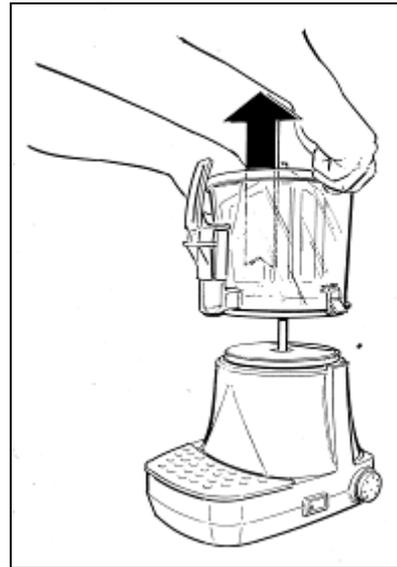
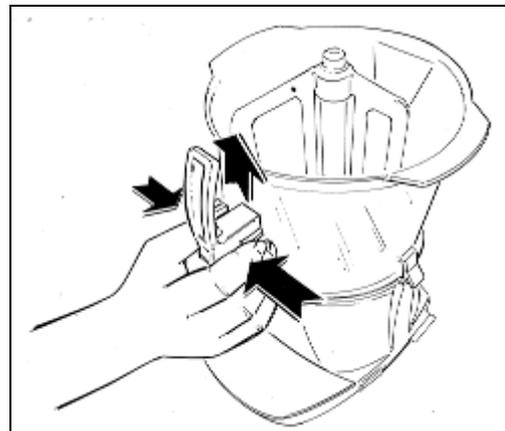

Fig. 1
Fig. 2
Installare l'apparecchio su una superficie orizzontale e solida facendo in modo che la carrozzeria dell'apparecchio sia ben areata (almeno 20 cm di spazio libero, fig.1), installare l'apparecchio in un ambiente asciutto ed evitare
- **C**on l'utilizzo di due presine, onde evitare di scottarsi, afferrare e sollevare verso l'alto il contenitore (A). Quest'ultimo e l'agitatore (E) si sganceranno automaticamente dalla propria sede (fig. 1).
- **R**affreddare il contenitore (A) (per esempio immergendolo in acqua fredda).
- **S**montare il rubinetto dalla vasca premendo contemporaneamente sulle due alette di blocco e sollevarlo in modo da estrarlo dalla propria sede (fig.2).